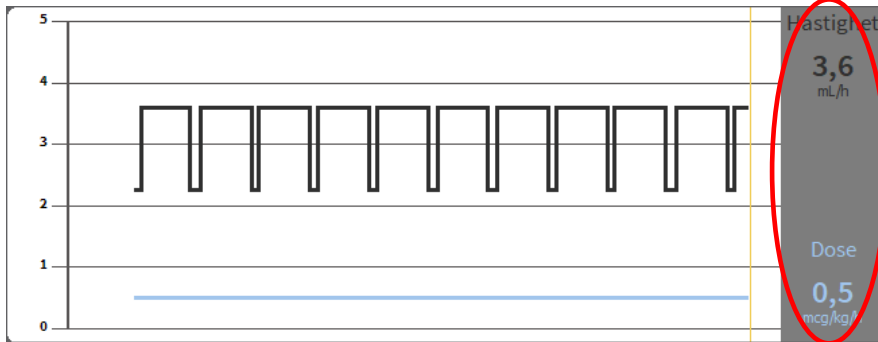

Fig. 116
- Volumhastighet og dosehastighet for det infunderte legemidlet (Fig. 116).